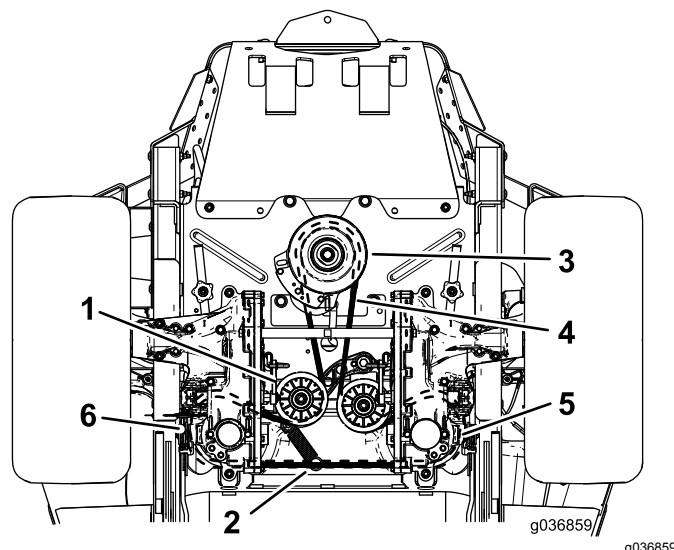

Figure 101
4. Soulevez la machine sur des chandelles (Figure 101).
6. Débranchez le ressort de la poulie de tension du tenon (Figure 101).
8. Placez une courroie neuve sur la poulie du moteur et les 2 poulies de la pompe hydraulique (Figure 101).